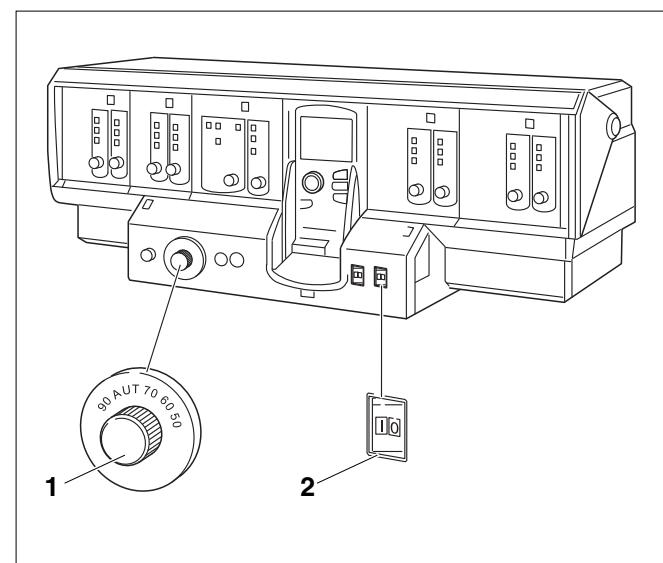

Рис. 3 Система управления (здесь: Logamatic 4000)
- Установите регулятор температуры котловой воды (рис. 3, **Поз. 1**) в положение "AUT".
- Установите пусковой выключатель (рис. 3, **Поз. 2**) в положение "I" (ВКЛ).
- Установите пусковой выключатель (рис. 3, Поз. 1) в положение "0" (ВЫКЛ.).